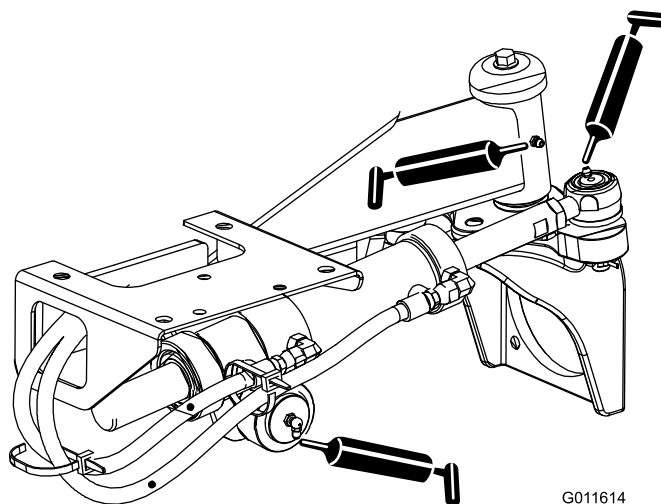

Figura 36
- Giunti sferici (2) del cilindro di sterzo e ponte posteriore (Figura 36)